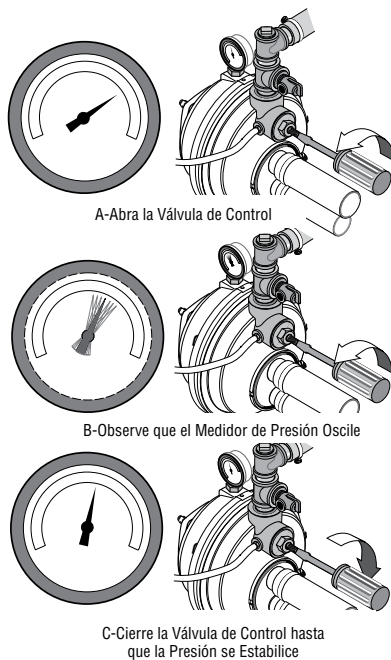

Figura 14: Fijación de la válvula de control
5. Una vez que la presión haya aumentado y se haya estabilizado en aproximadamente 50 PSI, abra lentamente la válvula de control (vea la Figura 14) y permita que la presión caiga hasta que la aguja del medidor de presión comience a oscilar (vea la Figura 14). Ahora su bomba está operando en su punto más eficiente.